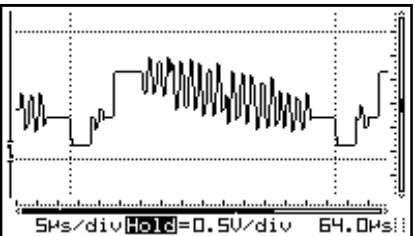

Fig 16
- **Markers:** Moveable markers in order to measure the signal (Fig. 16).
- **Markers:** Verschuijbare markers om metingen te verrichten op het signaal. (**Fig. 16**)
- **Repères:** Repères mobiles pour effectuer des mesures sur le signal (voir ci-dessous pour l'utilisation). (**Fig. 16**)
- **Markierungen:** Verschiebbare Markierungen für Messungen am Signal (für den Gebrauch siehe weiter unten). (**Abb. 16**)
- En mode d'affichage **dynamique**, l'agencement de l'affichage change automatiquement pour s'adapter au mieux, en décalant les marqueurs ou la position horizontale (X).